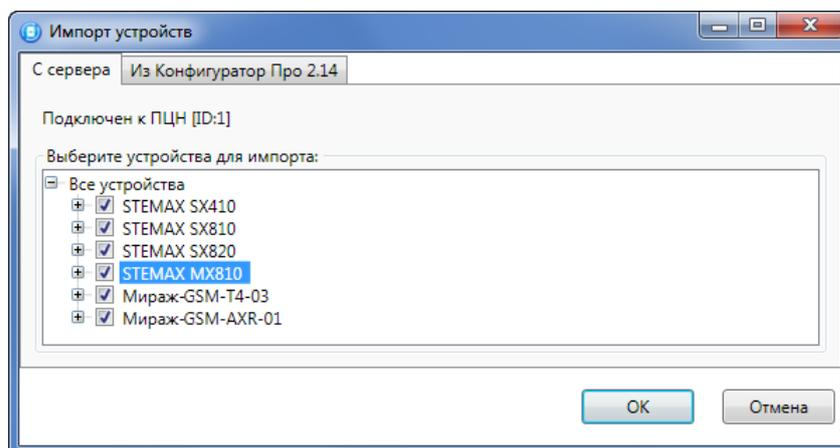

Рисунок 16.5 — Окно Импорт устройств, вкладка С сервера
3. В открывшемся окне «Импорт устройств» на вкладке «С сервера» выберите необходимые контроллеры и нажмите кнопку ОК, чтобы выполнить импорт (см. рисунок 16.5).